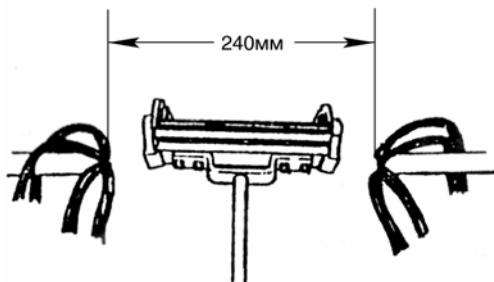

Рис. 6.10. Установка сращивающей головки для монтажа кабеля емкостью до 300 пар
- кабель емкостью до 300 пар включительно рекомендуется монтировать при помощи одной сращивающей головки. Расстояние между срезами оболочки (рабочая зона) должно быть равным 240 мм (рис. 6.10);